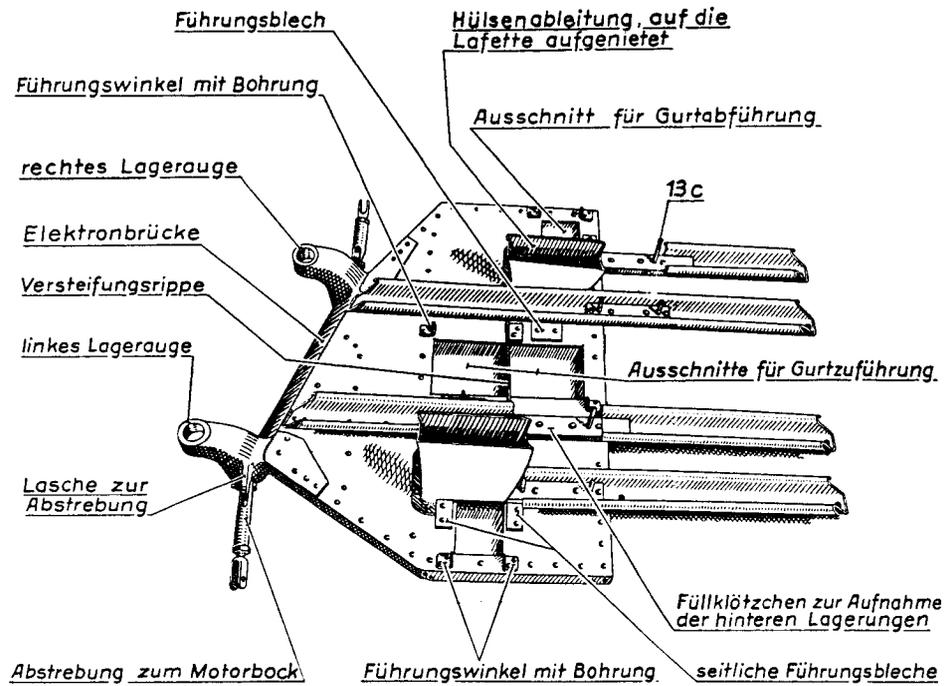

Abb. 9: Lafette von oben.
Die vorderen Lagerungen (5, 7) sitzen in zwei senkrechten Lageraugen der die Lafette (13) nach vorne abschließenden Elektronbrücke (Abb. 9) und werden durch die mit Draht gegenseitig gesicherten Bundmuttern zur Lagererschraube (Teil 203 gemäß L.Dv. 111) oben und unten gehalten. Die hinteren Lagerungen (4, 6) stehen auf den mit Füllklöppchen verstärkten Längsprofilen der Lafette (13) und werden durch die fest in den Füllklöppchen sitzenden Gewindebolzen zur Befestigung der hinteren Lagerungen (13 c) samt zugehörigen Befestigungselementen (13 d, 13 f, 13 h) gehalten.
Zur Befestigung der Hälse ist an ihrer vorderen Unterkante eine Führungsleiste, auf der hinteren ein von Hand zu betätigender Spreizfederverschluss vorgesehen, dessen in Führungen laufende Verschlusszapfen in die Führungswinkel auf der Lafette (13, s. a. Abb. 9) zu sitzen kommen. Rechter und linker Zuführungshals sind aus 0,8 mm Stahlblech zusammengeschweißt, innen glatt und vollständig brüniert.